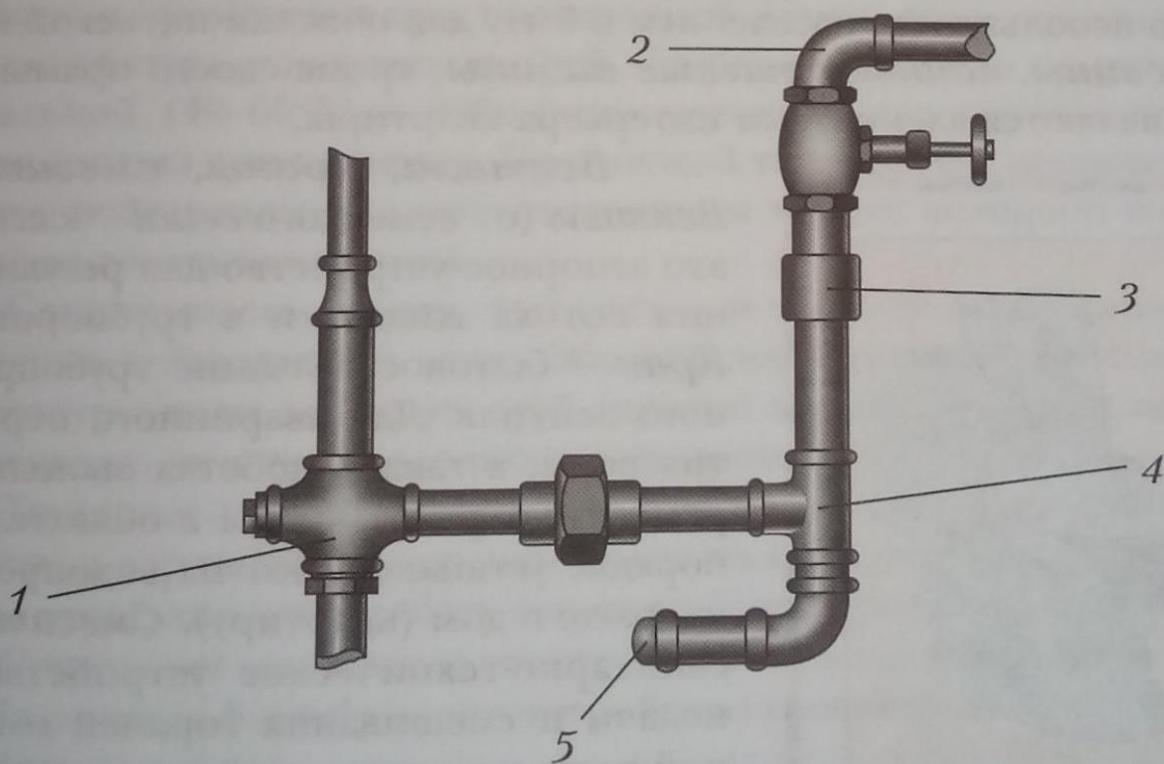

Рис. 3. Монтажные соединительные детали (фитинги): 1 – крестовина; 2 – угольник; 3 – муфта; 4 – тройник; 5 – пробка
**Соединительные детали** (фитинги) (рис. 3) используют при монтаже трубопровода для соединения между собой двух или более труб разных размеров, для изменения направления трубы, закрытия конца трубы, соединения труб с сантехническими приборами. К таким деталям относятся муфты, угольники, тройники, крестовины, пробки и т. п. Качество их соединения определяется герметичностью.